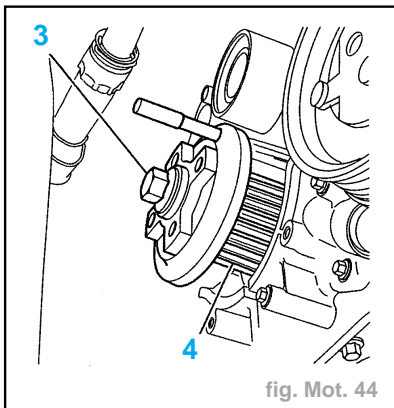

fig. Mot. 44
- Déposer (fig. Mot. 44) :
- la vis (3),
- le pignon de vilebrequin (4),